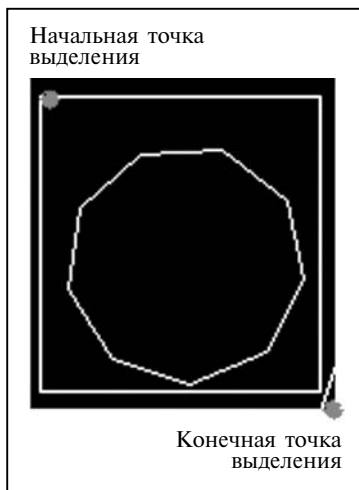

Рис. 4.5. Вид охватывающей рамки
3. Вторым щелчком мыши определить область рамки (рис. 4.5).